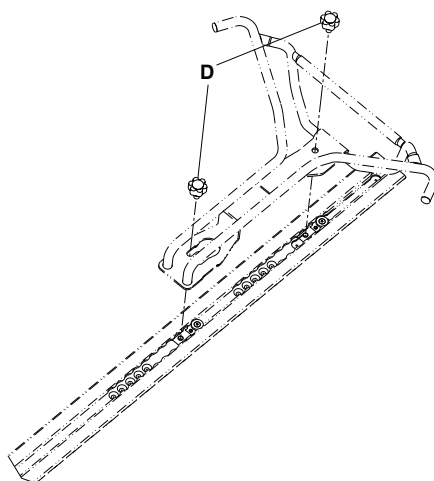

図 2 - 銀色のノブ (6390-001-033) の付いた角型アセンブリ
3. 2個の銀色のノブ (6390-001-033) を取り付けてアントラアセンブリを締め付けます (図 2) 。汎用フロアプレートを取り付けるには、フロアプレートの取り付けについての説明 (6390-001-020) を参照してください。